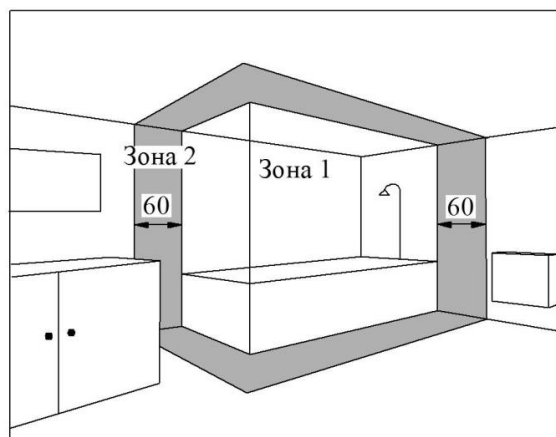

Рис. 4
5.5 Конвекторы с исполнением оболочки IP24 допускается устанавливать в ваннных комнатах, душевых, бассейнах (см. рис.4).